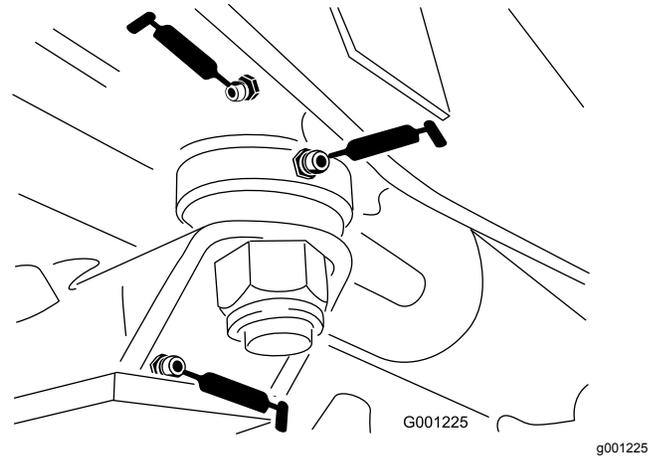

Figura 41
- Casquillos de la placa de dirección (Figura 41)
- Casquillo del pasador del eje (Figura 41)